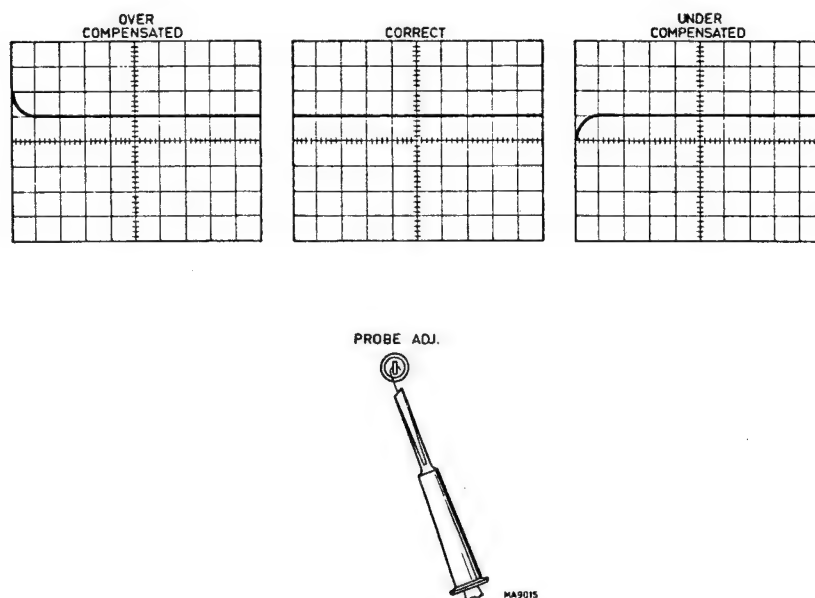

Abb. 2.4. Abgleich der Messköpfe PM 9336, PM 9336L und PM 9358
- Mit einem kleinen Schraubenzieher durch die Öffnung der Kompensationdose den Trimmer so einstellen, dass eine richtige Darstellung erhalten wird (siehe Abb. 2.4).